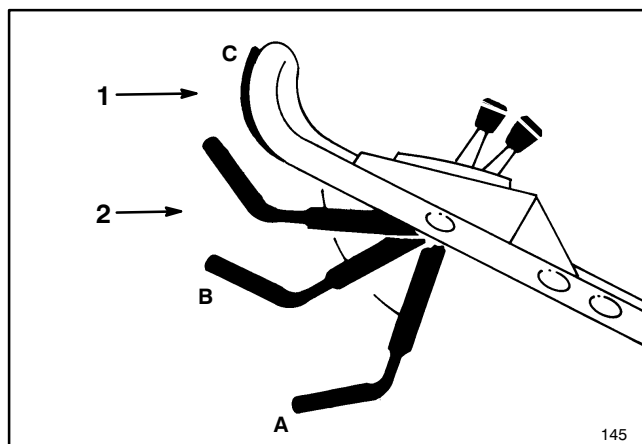

Figure 11
**7. FONCTIONNEMENT DE LA LAME ET FONCTIONNEMENT EN TRACTION (fig. 11)** — Abaissez la barre de commande en position "A" puis mettez-la en position "B" pour enclencher la lame. Comprimez la barre de commande contre la poignée "C" pour mettre la tondeuse en mouvement. Pour déclencher la commande de roue tout en maintenant la lame enclenchée, relâchez lentement la barre de commande jusqu'à sa position intermédiaire. Pour mettre la tondeuse en mode d'auto-propulsion, la lame étant déclenchée, compressez simplement la barre de commande contre la poignée, sans effectuer le mouvement vers le bas qui est nécessaire à l'enclenchement de la lame.
**8. ARRÊT (fig. 11)** — Relâchez la barre de commande pour arrêter l'entraînement de traction et la lame. Placez le contrôle de vitesse au sol en position "N" sur les modèles auto-propulsés. Pour arrêter le moteur, placez le commande des gaz en position OFF (STOP) (ARRÊT). Débranchez le câble de la bougie si la tondeuse n'est pas en usage ou n'est pas surveillée.